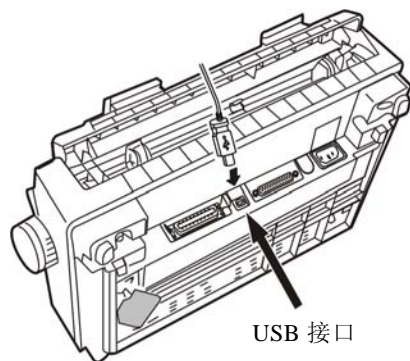

图 1-26 连接 USB 电缆
1. 将 USB 电缆的 A 端插头（方型）插进打印机的 USB 接口插座中（如图 1-26 所示）。